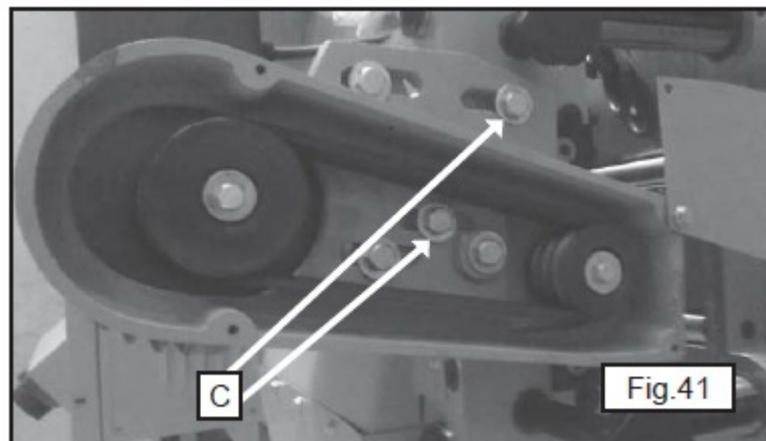

Рис. 41
2. Ослабить два винта (С), рис. 41, и повернуть узел двигателя к переду станка.